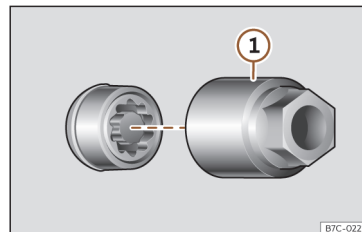

Fig. 40 Prezon antifurt roată cu căpăcel și adaptor.
- Introduceți adaptorul special»» fig. 40 ① (trusa de scule»» pagina 48) în prezonul antifurt roată și apăsați-l complet.